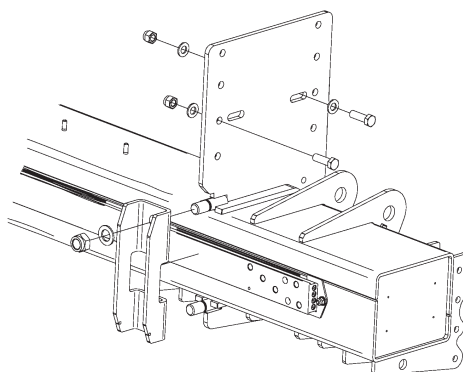

Bild 14. Montera U-profilen med tillhörande brickor och muttrar
- 9 Montera U-profilen med tillhörande brickor och muttrar utan att dra åt dessa. Skruva på muttrarna växelvis till dess att U-profilen ligger rakt an mot stommen, se Bild 14.